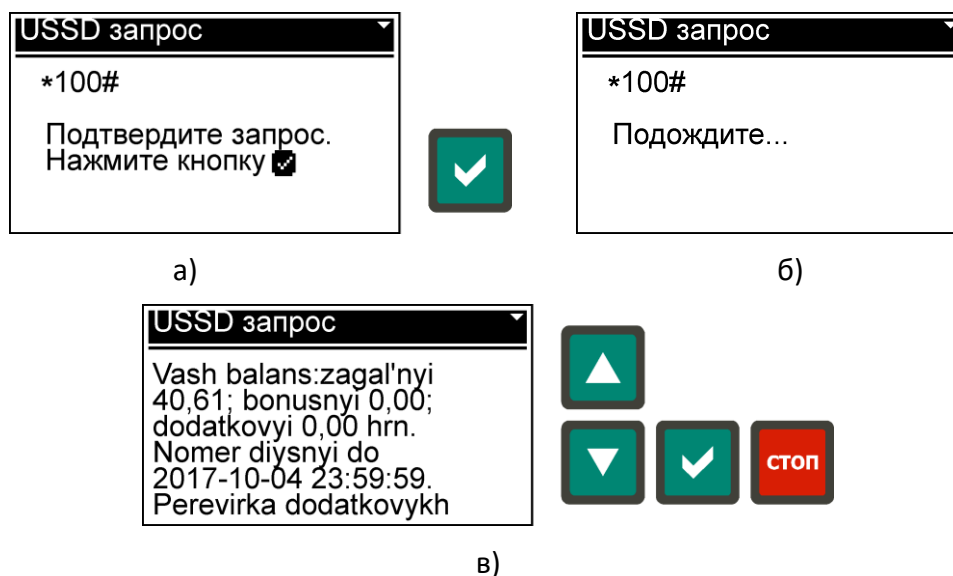

Рис. 5.22. Меню «USSD запрос»:
5.9.3.5.2 Меню «USSD запрос» (рис. 5.22) позволяет получить необходимую информацию от оператора мобильной связи, например, проверить баланс на счету. Для этого к контроллеру должен быть подключен GSM модем (п. 5.11.2) и выбрано соответствующее значение параметра P104 (табл. 5.10). Код USSD запроса определяется параметром P300 (табл. 5.10).